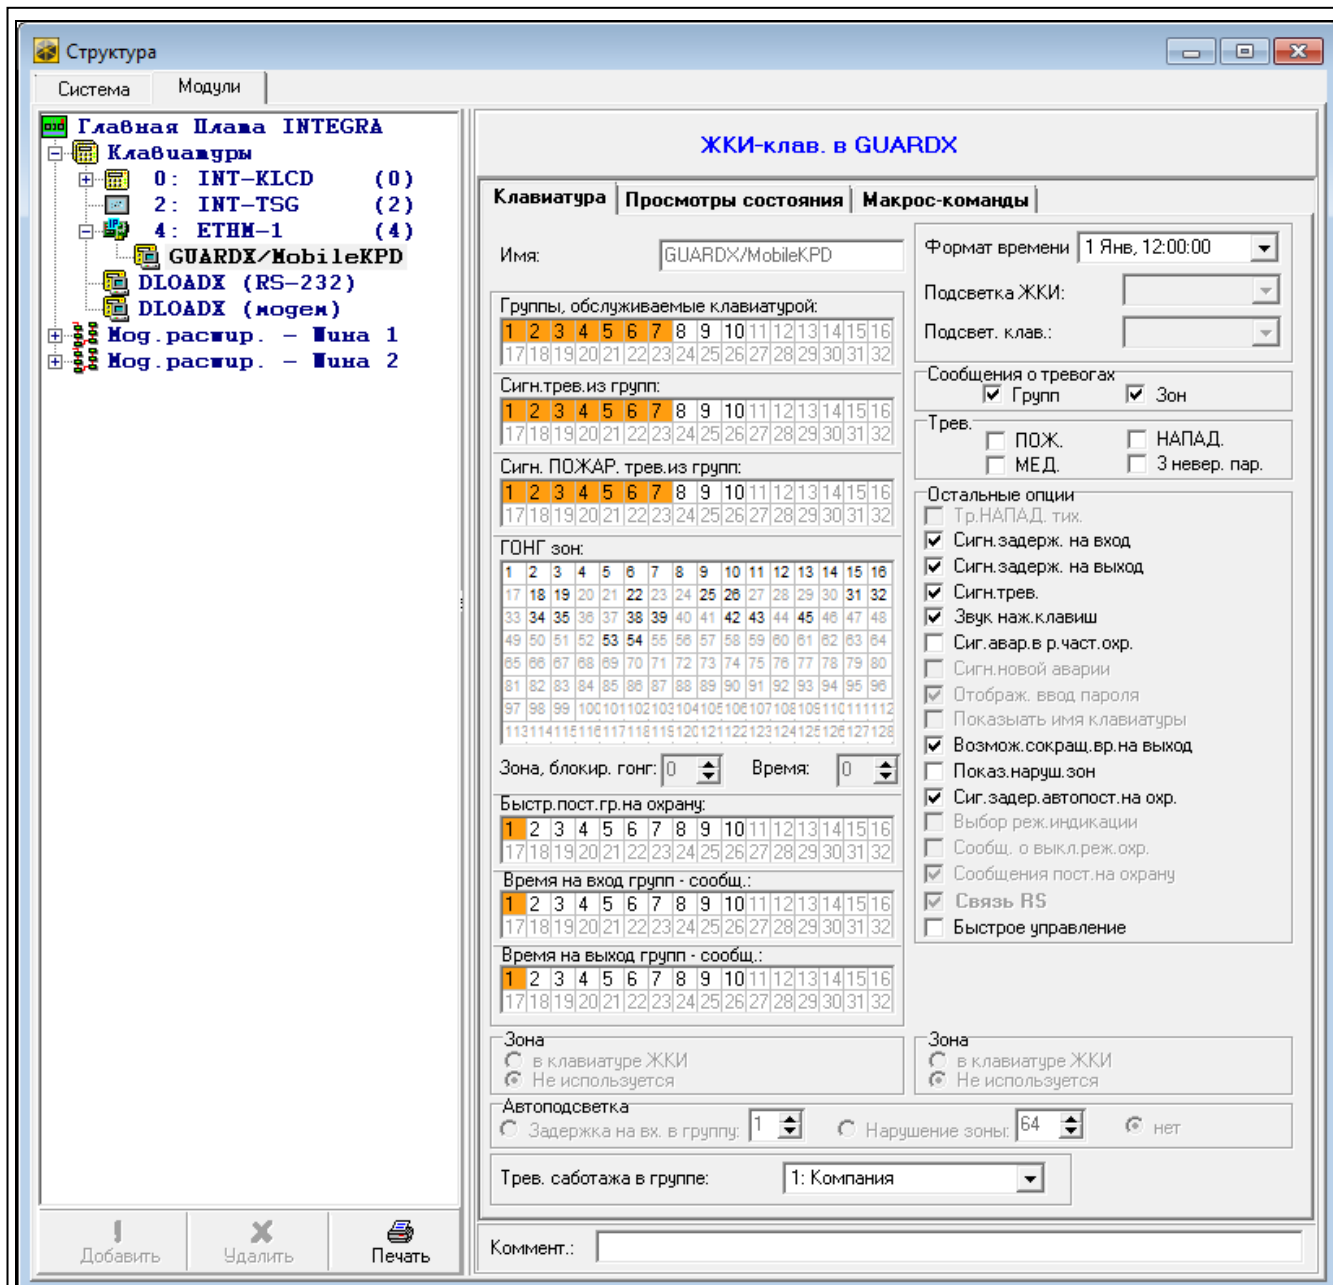

Рис. 9. Программа DLOADX: настройка виртуальной клавиатуры, доступной в программе GUARDX, интернет-браузере или мобильном устройстве.
- программы DLOADX: →окно «Структура» →закладка «Модули» →ветка «Клавиатуры» →[название модуля] →ветка «GUARDX/INTEGRA CONTROL» (рис. 9).